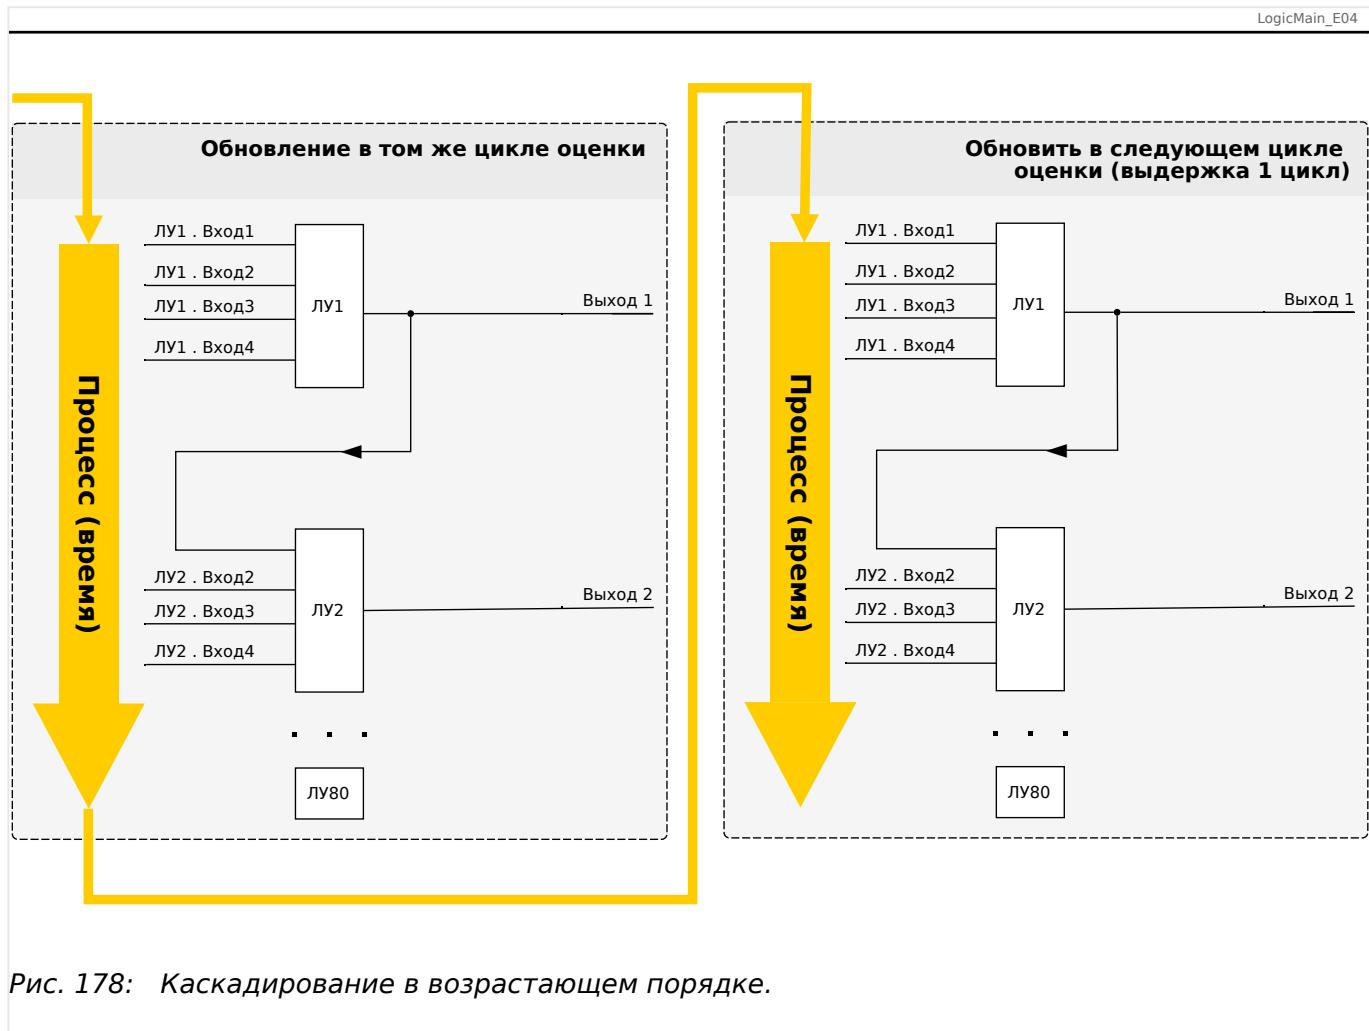
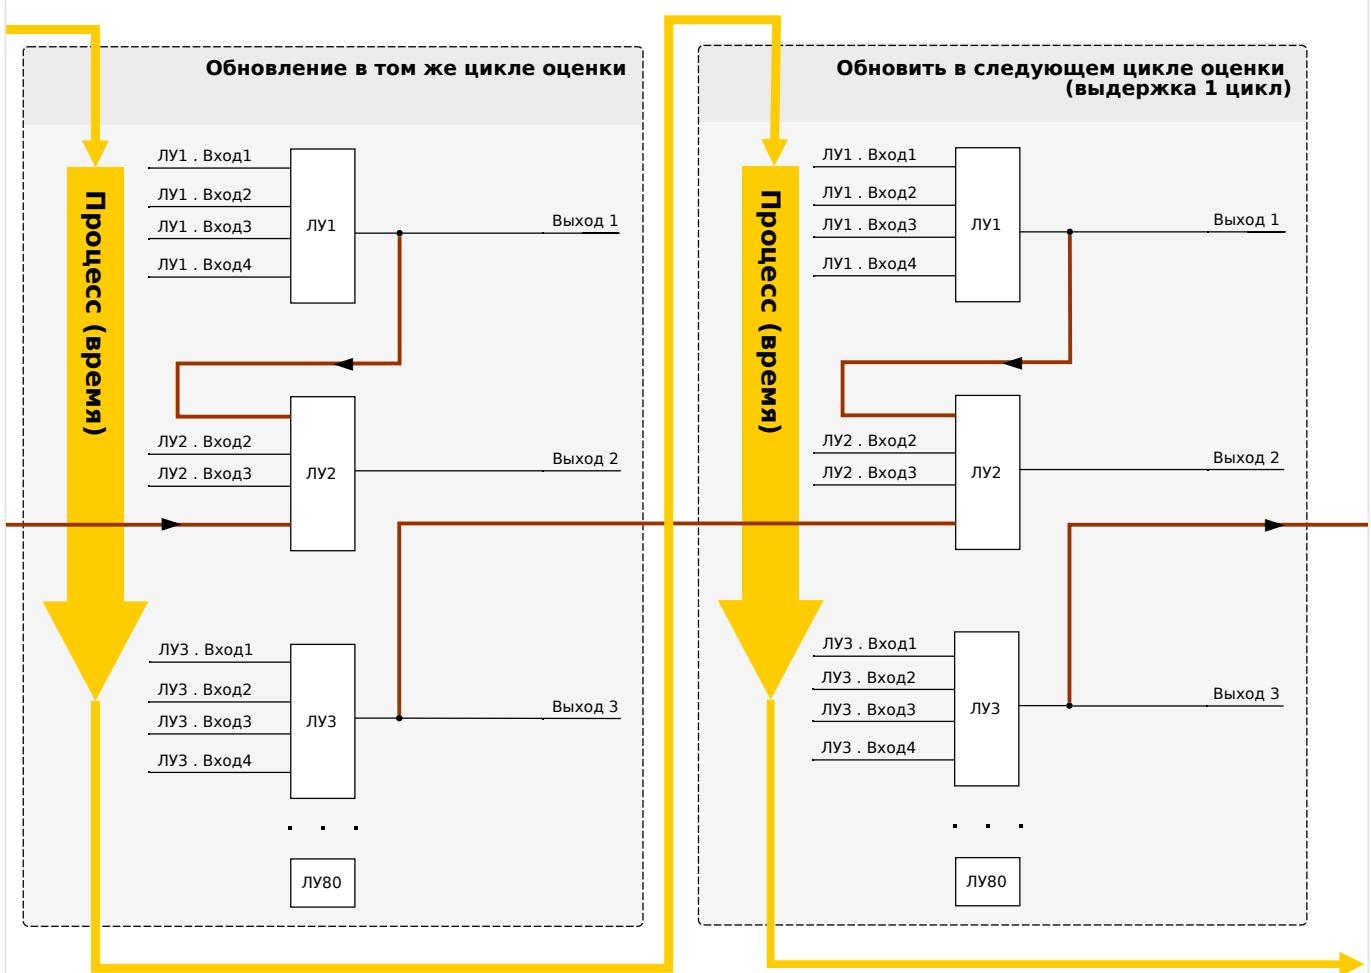

Рис. 178: Каскадирование в возрастающем порядке.
Рис. 179: Каскадирование в возрастающем порядке.
- **Возрастающий** порядок означает, что некий выходной сигнал поступает на вход одного из логических уравнений с **более высоким** номером. На приведенном ниже графике  Рис. 178 приводится пример, когда результат логического уравнения **ЛУ1** используется в качестве входного сигнала для логического уравнения **ЛУ2**.
- **Нисходящая** последовательность означает, что некий выходной сигнал поступает на вход одного из логических уравнений с **меньшим** номером. На графике  Рис. 179 приводится пример, когда результат логического уравнения **ЛУ3** используется в качестве входного сигнала для логического уравнения **ЛУ2**.
И возрастающий, и убывающий порядки можно не только использовать, но и комбинировать, при этом разница будет заметна не сразу. Однако, как показано в разделах  Рис. 178 и  Рис. 179 ниже, благодаря определению состояний всех уравнений в возрастающем порядке фактические рабочие значения, поступающие на вход любого из них, будут иной степени зрелости.
В представленном выше примере Рис. 179 для «логического уравнения 2» используются состояния выходов двух других уравнений — «логического уравнения 1» и «логического уравнения 3». Результат «логического уравнения 1» используется в возрастающем порядке и, следовательно, определен в ходе того же рабочего цикла. Результат «логического уравнения 3» используется в убывающем порядке и, следовательно, определен в ходе предыдущего рабочего цикла.